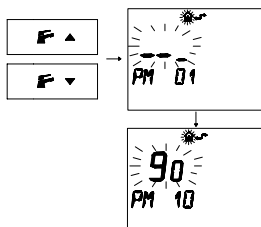

Fig. 2.39
- 3 Нажать кнопки о для отображения программирования "PM 10" выбрать частоту включения ( Fig. 2.39).
В Fig. 2.39 отображается запрограммированное ЗАДАННОЕ ЗНАЧЕНИЕ равное 90, что соответствует времени включения одной с половиной минуте. Диапазон регулирования между 0 и 4 минутами и 15 секундами.